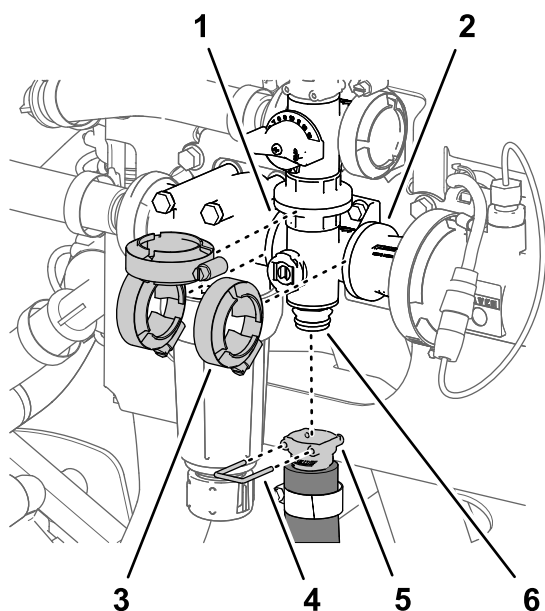

Рисунок 118
1. Снимите штифт быстроразъемного соединения, который крепит быстроразъемный соединитель шланга перемешивания к коллектору клапана перемешивания (Рисунок 118).
2. Снимите 3 фланцевых хомута, которые крепят коллектор клапана перемешивания к фланцам головки фильтра линии нагнетания и переходного соединителя (Рисунок 118).